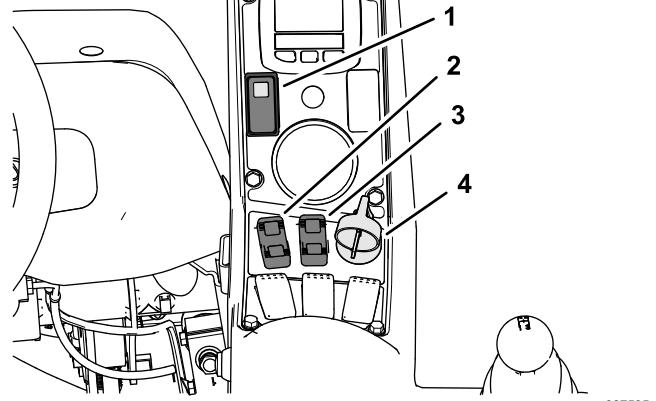
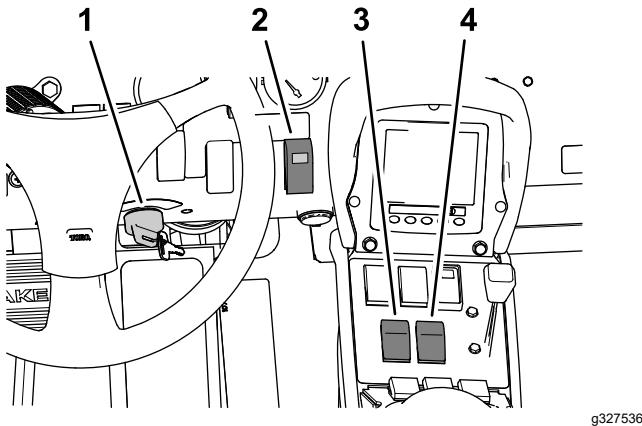
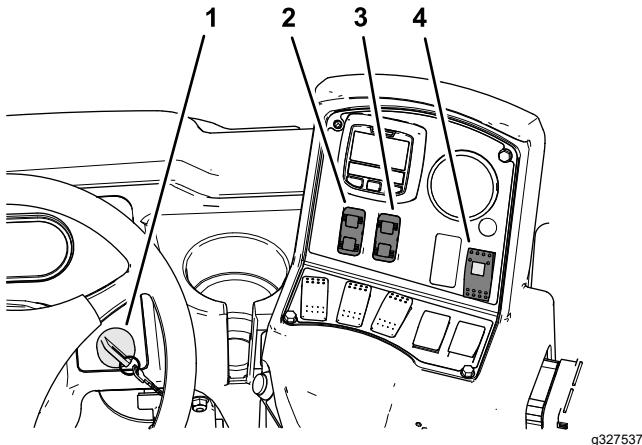

Figura 43
Figura 44
Figura 45
1. Ponga el interruptor del Sonic Boom (Figura 43, Figura 44, o Figura 45) en la posición de ACTIVADO.
2. Utilice el interruptor de elevación del brazo (Figura 43, Figura 44 o Figura 45) para bajar el brazo a la distancia deseada del suelo.
Nota: Puede desactivar temporalmente el funcionamiento automático de los brazos utilizando los interruptores de control de elevación de los brazos (Figura 43, Figura 44 o Figura 45) para elevar o bajar un brazo o ambos brazos.
4. Para reanudar el modo automático, pulse brevemente los interruptores de control de elevación de los brazos en la posición de BAJAR (Figura 43, Figura 44 o Figura 45) para permitir que el controlador del Sonic Boom ajuste la altura de la punta de los brazos a la distancia deseada del suelo.
Nota: El testigo del Sonic Boom (Figura 43, Figura 44 o Figura 45) se ilumina en el interruptor del Sonic Boom e indica el estado del sistema del siguiente modo:
1. Ponga el interruptor del Sonic Boom (Figura 43, Figura 44 o Figura 45) en la posición de DESACTIVADO.
2. Utilice los interruptores de control de elevación de los brazos izquierdo y derecho para cambiar la altura de los brazos exteriores (Figura 43, Figura 44 o Figura 45).